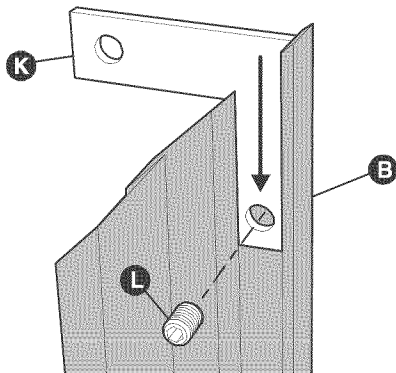

Figure 4
- Fixez les supports (K) sur le bord incliné de chaque garniture latérale (B et C). Fixez les supports à la garniture latérale en serrant doucement les vis de réglage (L), juste assez pour éviter qu'elles ne s'enfoncent dans la surface de la cornière. **NE SERREZ PAS TROP.** Reportez-vous à la figure 4.